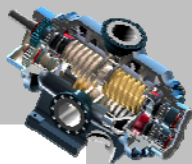

图 8.4.14 “表累加”菜单
Step2. 选择下拉菜单 **表(B)** → **重复区域(R)...** 命令, 在弹出的 ▼ TBL REGIONS (表域) 菜单中选择 **Summation (累加)** 命令, 系统提示 **选择一个区域**, 单击选取 BOM 表重复区域, 系统弹出图 8.4.14 所示的菜单管理器。